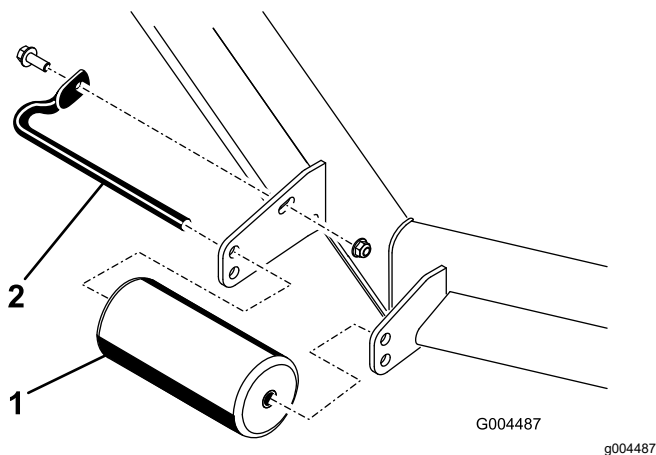

Bild 7
- Nehmen Sie die Befestigungen ab, mit denen jede Rolle am Mähwerk befestigt ist, und schieben Sie die Rollen nach oben oder unten (Bild 7).